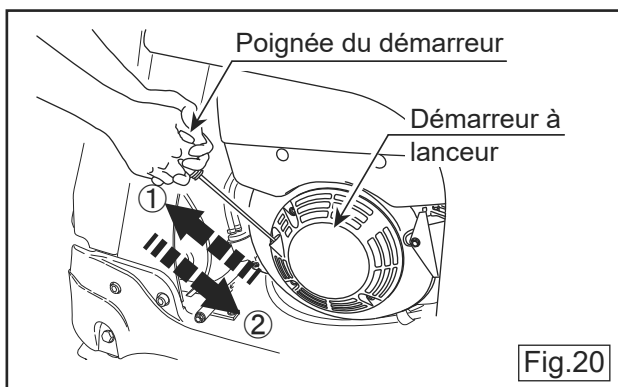

Fig.20
6.1 Tirez légèrement sur la poignée du démarrage jusqu'à ce que vous sentiez une résistance. Puis, ramenez-la lentement dans la position initiale. (Fig.20)